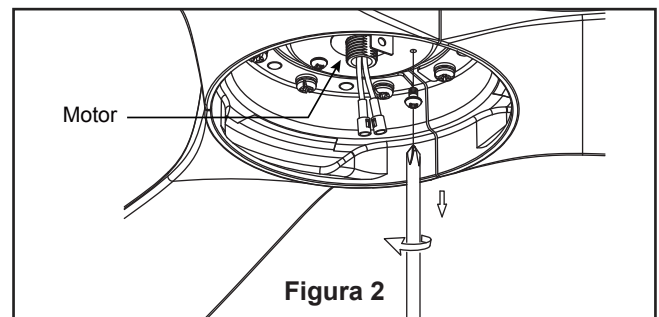

Figura 2
2. Extraiga uno de los tres tornillos del soporte ubicado en la parte interior de la unidad del motor. Guárdelo para después y afloje levemente los otros dos tornillos. (Figura 2)